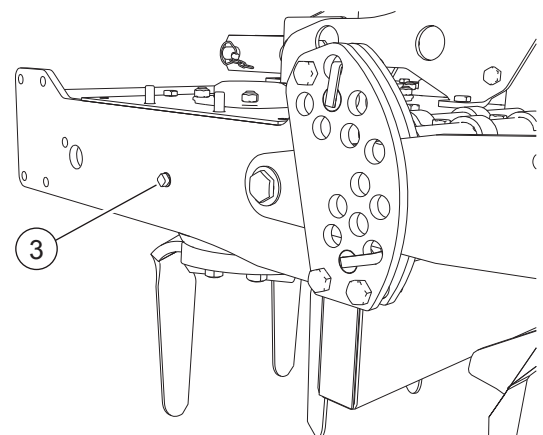

FIG. 39
- Einen Behälter unter den Deckel des Ölausgangs setzen (3, "Fig. 39").